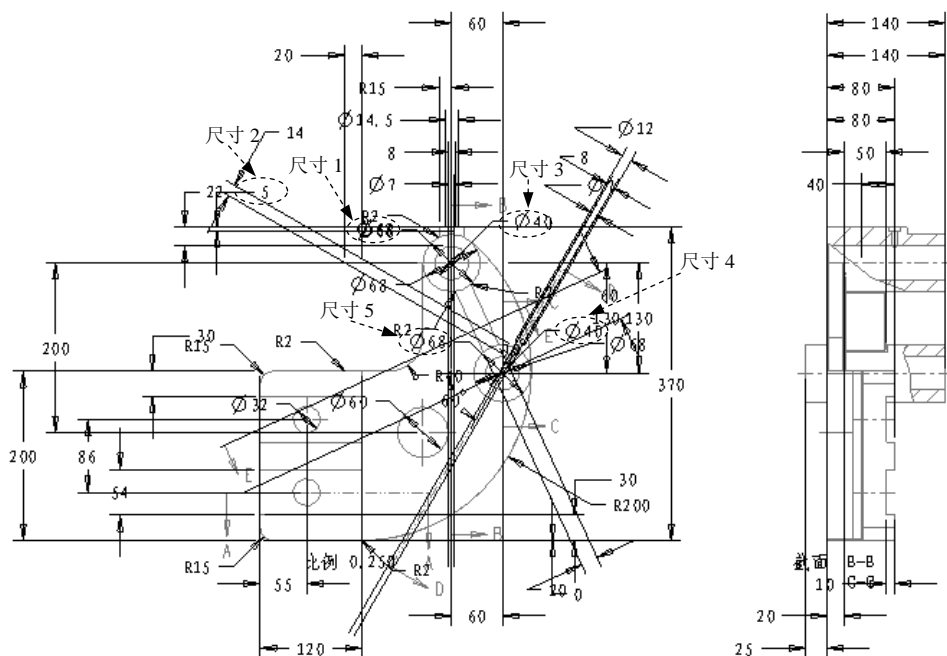

图 11.2.25 显示尺寸
(1) 选择 **注释** 功能选项卡 **注释** 区域中的“显示模型注释”命令 。
(2) 在系统弹出的“显示模型注释”对话框中，进行下列操作。
① 单击对话框顶部的“显示基准”按钮 。
② 在各视图选择要显示的轴，再单击“显示模型注释”对话框底部的 **应用** 按钮。
③ 单击对话框顶部的“显示尺寸”按钮 。
④ 在绘图区选中主视图与左视图，单击对话框中的“全部选取”按钮 ，选取全部尺寸。
⑤ 单击对话框底部的 **确定** 按钮（工程图中自动生成的尺寸很凌乱，例如，图 11.2.25 所示的主视图和左视图）。
(1) 在图 11.2.25 所示主视图中选取尺寸 1，然后右击，从弹出的快捷菜单中选择 **移动到视图** 命令。
(2) 在系统 **选择模型视图或窗口** 的提示下，选取图 11.2.25 所示的左视图，此时主视图中的尺寸 1 被移动到左视图中。
(3) 用相同的方法将主视图中的尺寸 2、尺寸 3、尺寸 4、尺寸 5 移动到左视图中。
说明：图 11.2.25 所示的尺寸 1 的尺寸值为 $\varnothing 68$ ，尺寸 2 的尺寸值为 5，尺寸 3 的尺寸值为 $\varnothing 40$ ，尺寸 4 的尺寸值为 $\varnothing 40$ ，尺寸 5 的尺寸值为 $\varnothing 68$ ；在选取尺寸时，请读者注意辨认。